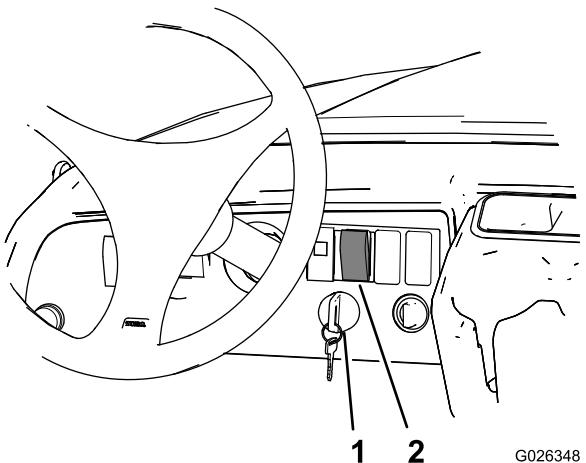

Figura 22
- Rode a ignição para a posição On (ligar) (Figura 22).
| 4. Pressione a ignição da parte de cima do elevador da caixa de carga até que o accionador esteja completamente estendido (Figura 22). | |
- Rode a ignição para a posição Off (desligar) (Figura 22).